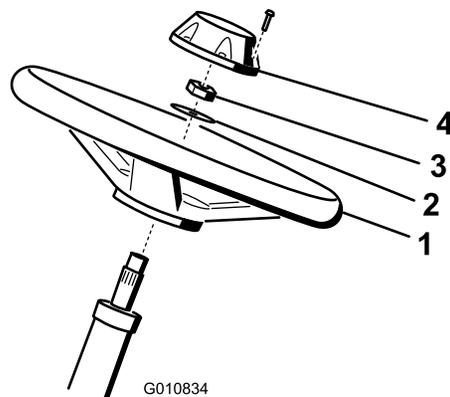

図 4
1. ハンドルをステアリングシャフトにはめ込む 図 4。
2. ワッシャをステアリングシャフトにはめ込む 図 4。
3. ジャムナットでハンドルを固定し、27-35 N.m にトルク締めする 図 4。
4. キャップを取り付け、ねじで固定する 図 4。